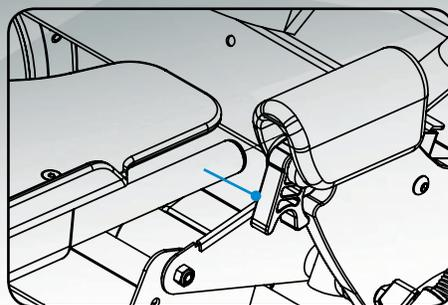

Figure 17
1. Pour insérer le plateau ou la barre d'appui, balancez les dispositifs de blocage par came de la gauche et de la droite vers le bas. Consultez la figure 17.